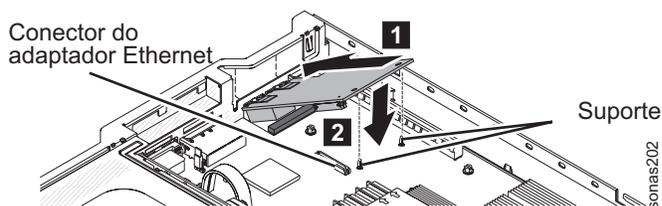

Figura 16. Alinhando os Conectores da Porta do Adaptador Ethernet com as Aberturas da Porta
10. Alinhe o adaptador com o conector do adaptador na placa-mãe; em seguida, incline o adaptador de forma que os conectores da porta no adaptador se alinhem com as aberturas da porta no chassi. Consulte o Figura 16.